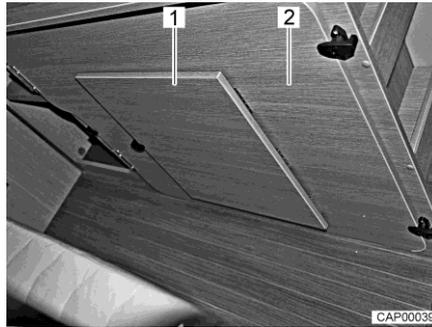

Fig. 50 Planche amovible sur le coffre de banquette de droite
- Retirer la planche amovible supplémentaire (Fig. 50,2) du coffre de banquette de droite à l'arrière.
- Déplier le repose-pieds (Fig. 50,1) de la planche amovible.